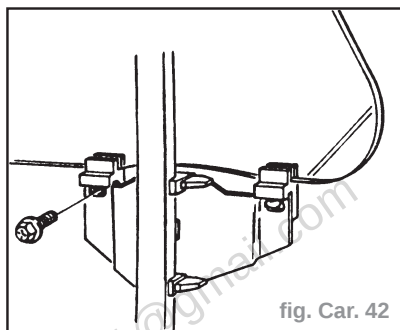

fig. Car. 42
- les deux vis de fixation de la vitre sur le mécanisme de lève-vitre (fig. Car. 42)
- les deux vis de fixation de la vitre sur le mécanisme de lève-vitre (fig. Car. 42). Soulever la vitre et la supporter.